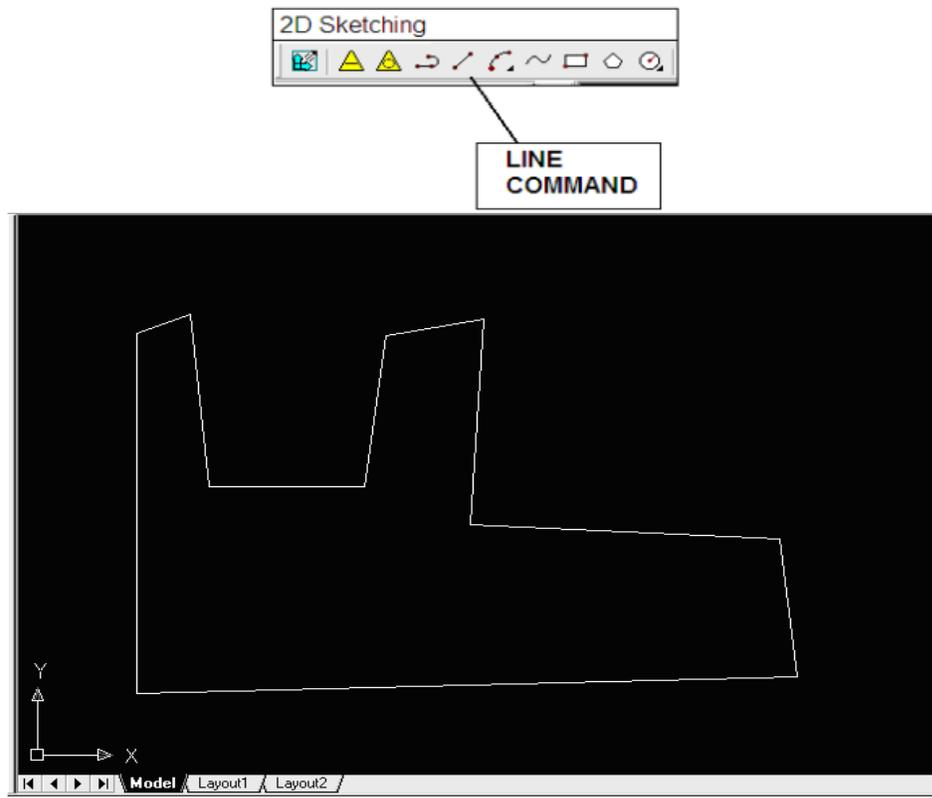

Figura 86.
11. De la barra de herramientas *2D Sketching* seleccionamos el comando línea y realizamos el trazo de la figura que se muestra a continuación, cuando hayamos terminado damos un clic con el botón derecho del mouse y seleccionamos la opción *Close*, esto genera una región cerrada de el último punto de la línea con el primero que generamos como se muestra en la *figura 86*.